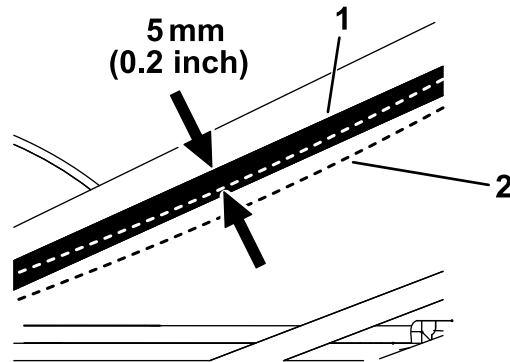

図 28
5. 単筒式テンションメータを使ってベルトを押し、以下の手順でベルトの張りを点検する 図 28